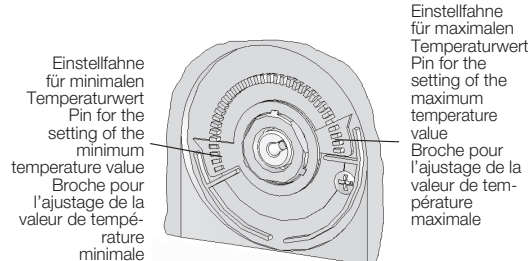

Bild 2 / picture 2 / illustration 2
Der Raumtemperaturregler erfasst mit einem innenliegenden Bimetallfühler die Raumtemperatur und regelt entsprechend dem eingestellten Sollwert. Der Regler-PRTR 500 PROFLAT verfügt über einen „EIN/AUS“-Schalter und eine rote Lampe „Heizen“. Durch eine thermische Rückführung wird eine sehr genaue Schaltdifferenz erreicht. Bereichseinstellung siehe Bild 2. Bei Beschalten der Klemme ① mit 230 V~ wird auf eine um ca. 3K geringere Temperatur geregelt (Nachtabsenkung).